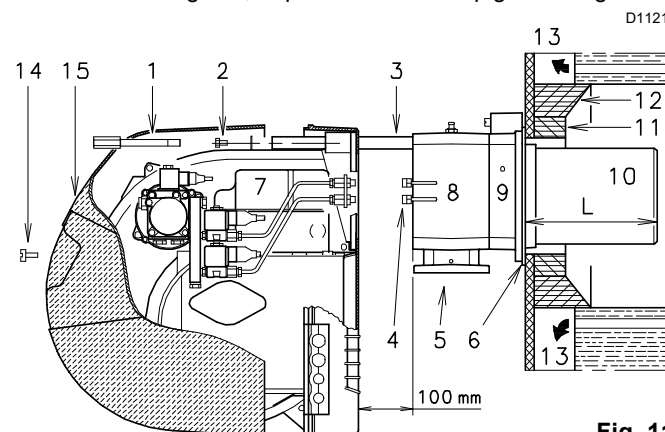

Fig. 11
Per le caldaie con il frontale raffreddato ad acqua non è necessario il rivestimento refrattario 11)-12)(Fig. 11), se non vi è espressa richiesta del costruttore della caldaia.
Separare la testa di combustione dal resto del bruciatore, (Fig. 11):
Effettuata questa eventuale operazione, fissare la flangia 9)(Fig. 11 a pag. 18) alla piastra della caldaia interponendo lo schermo isolante 6)(Fig. 11 a pag. 18) dato a corredo. Utilizzare le 4 viti date a corredo dopo averne protetto la filettatura con prodotti antigrippanti. La tenuta bruciatore-caldaia deve essere ermetica.
- Rimontare il bruciatore 4)(Fig. 17) sulle guide 3) a circa 100 mm dal manicotto 5), bruciatore nella posizione illustrata in Fig. 11 a pag. 18.
- Ricollegare i tubi del gasolio avvitando i due raccordi 4)(Fig. 11 a pag. 18).